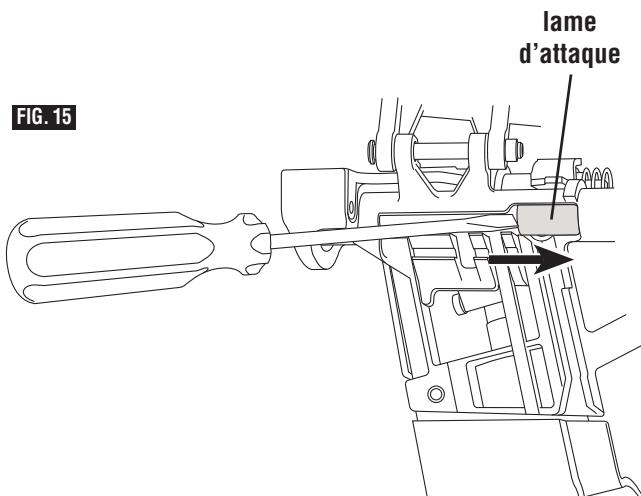

FIG. 15
4. Si la lame d'attaque est dans la position allongée, insérez un tournevis ou une autre tige dans le bec de l'outil et rétractez la lame d'attaque à l'intérieur de façon qu'elle soit prête à éjecter des clous – figure 15.